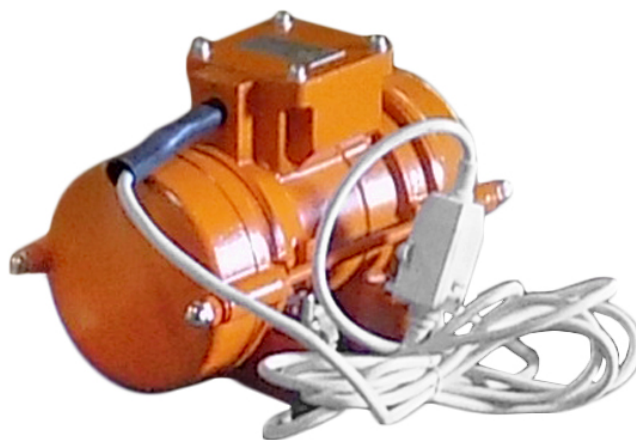

Рисунок 1. Вибратор ЭП 99/220
1.1 Вибраторы (рисунок 1) предназначены для возбуждения вибрации в установках по уплотнению бетонных смесей и грунтов, транспортированию, выгрузке и просеиванию сыпучих материалов, привода вибропитателей, виброплощадок и других технологических работ.